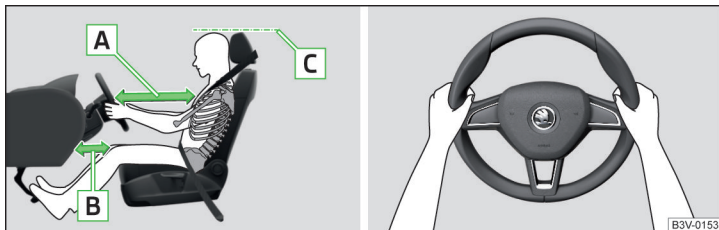

Fig. 15 Posición de asiento correcta del conductor / Sujeción correcta del volante
- ✓ Ajuste el asiento del conductor longitudinalmente de forma que la distancia de las piernas hasta el tablero de instrumentos en la zona del airbag de rodillas sea al menos de 6 cm » **fig. 15 - [B].**
- ✓ Ajustar el volante de tal modo, que la distancia entre el volante y el esternón sea, como mínimo, 25 cm » **fig. 15 [A].**
- ✓ Ajuste el reposacabezas de tal modo que el borde superior del mismo se encuentre a ser posible a la misma altura que la parte superior de su cabeza (no es válido para los asientos con reposacabezas integrado) » **fig. 15 - [C].**
- Durante la conducción, sujete el volante con ambas manos por el borde exterior de los lados en las posiciones de las "9" y "3" horas » **fig. 15.** No sujete nunca el volante en la posición de las "12 horas" o de cualquier otro modo (p. ej., en el centro o en el borde interior del volante, etc.). De lo contrario pueden suceder lesiones graves en los brazos, manos y cabeza en la activación del airbag.
- ✓ Ajuste el reposacabezas de tal modo que el borde superior del mismo se encuentre a ser posible a la misma altura que la parte superior de su cabeza » fig. 15 de la pág. 20 - **C** (no es válido para los asientos con reposacabezas integrado).
- ✓ Ajustar el reposacabezas de tal modo, que el borde superior del mismo se encuentre de ser posible a la misma altura que la parte superior de la cabeza » fig. 15 de la pág. 20 - .